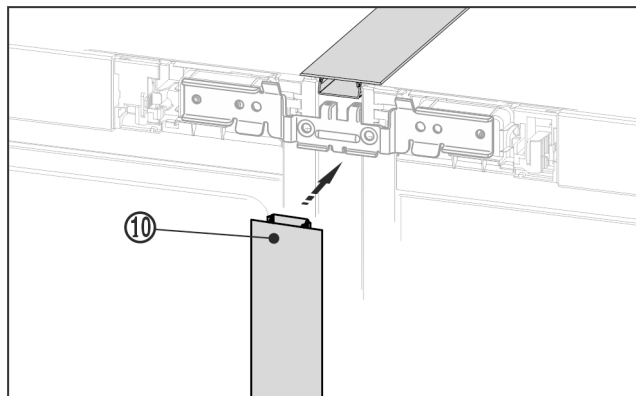

Fig. 23
- Trykk den lange dekklisten Fig. 23 (10) inn i den loddrette spalten på fremsiden. Pass på at listen står ned på forbindelsesplaten.